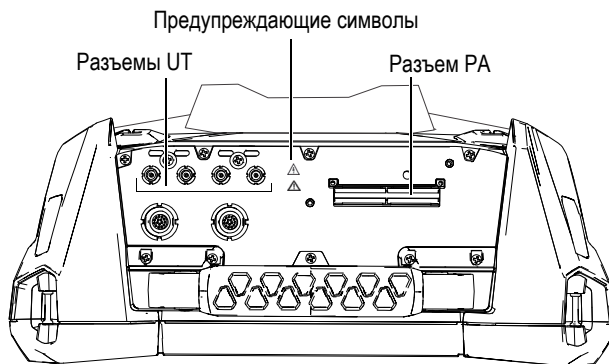

Рис. 5-1 Разъемы сбора данных
- Во избежание поражения электрическим током не прикасайтесь к внутренним контактам разъемов LEMO. Напряжение на внутреннем контакте разъемов UT (УЗ) может достигать 350 В, а на разъеме PA (ФР) – до 120 В. Предупреждающие знаки рядом с разъемами LEMO указывает на риск поражения электрическим током (Рис. 5-1 на стр. 66).